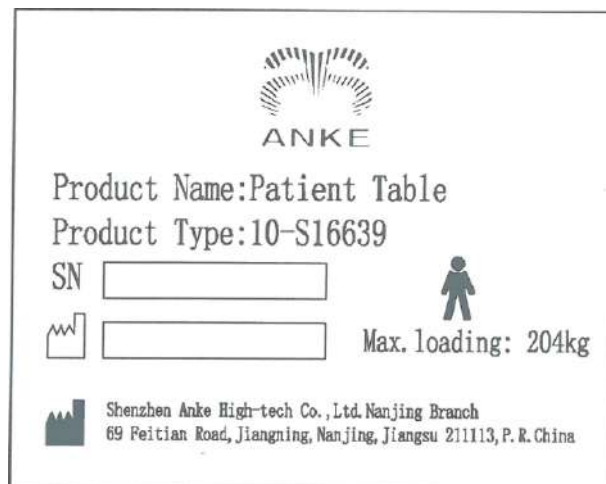

Рисунок2-8 Этикетка стола для пациента
3. Рисунок 2-8 является этикеткой стола для пациента, наклеенной на стол